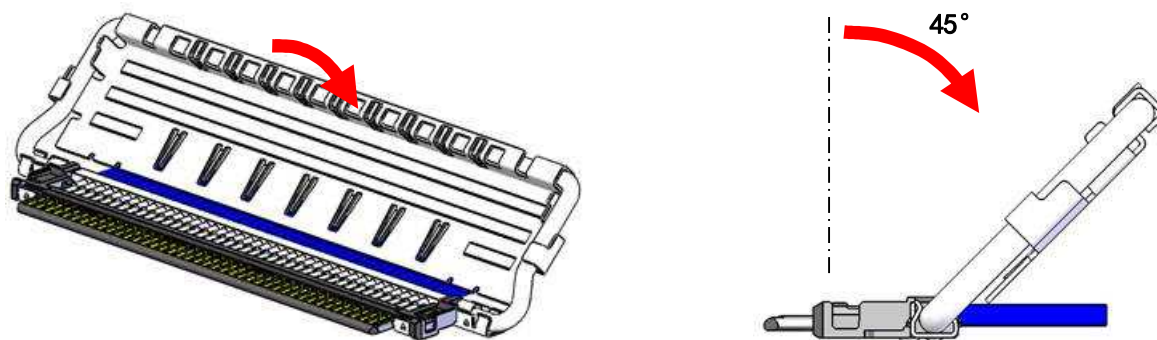

图 7 锁杆配件倾斜
②如图 7 所示，从 HOUSING ASS' Y 的上侧组装 SHELL A。